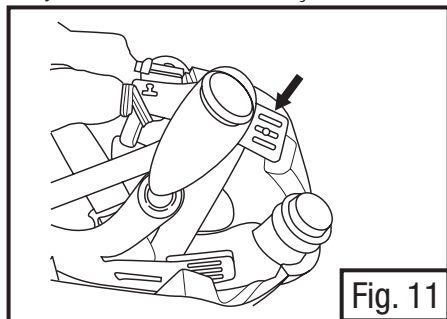

Fig. 11
- Solte a carneira do equipamento para a cabeça puxando a ranhura de ajuste de altura para fora da cavilha em cada um dos quatro pontos de fixação. A Fig. 11 mostra uma das ranhuras de fixação. Existem dois na parte de trás e dois na frente do equipamento para a cabeça.
- Instale a nova carneira fixando cada uma das quatro ranhuras de ajuste de altura as quatro cavilhas da concha do equipamento de cabeça. **Nota:** Consulte a seção *Colocação e Ajuste* deste *Manual de Instruções* para informações quanto ao ajuste da carneira para um uso confortável (Fig. 11).